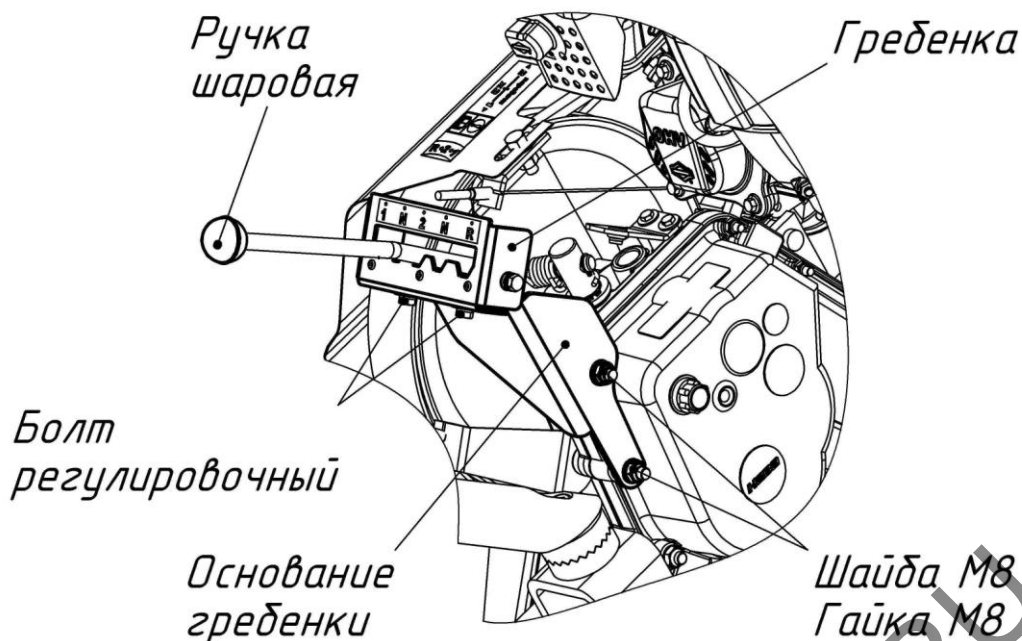

Рис.7.2. Установка Гребёнки.
- завести рычаг в отверстие Гребёнки и зафиксировать Основание гребёнки с помощью Шайбы М8 (2 шт.) и Гайки М8 (2 шт.), рис.7.2.
- проверить переключение передач. Если передачи не включаются, необходимо ослабить регулировочные болты, перевести рычаг в крайнее левое положение до упора, выставить гребенку и зафиксировать ее (рис.7.2.)